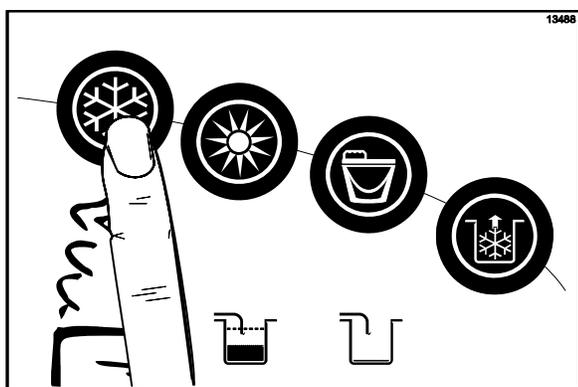

Figura 41
4. Quando estiver pronto para reiniciar a operação normal, pressione o símbolo AUTOMÁTICO ❄️. (Veja a Figura 41.) No menu do gerente encontra-se um controle para acionar ou desativar o recurso INÍCIO AUTOMÁTICO. Com este recurso acionado, a máquina sai automaticamente do modo STANDBY e inicia os dois lados no modo AUTOMÁTICO, no horário designado, todos os dias. (Veja na página 83.)